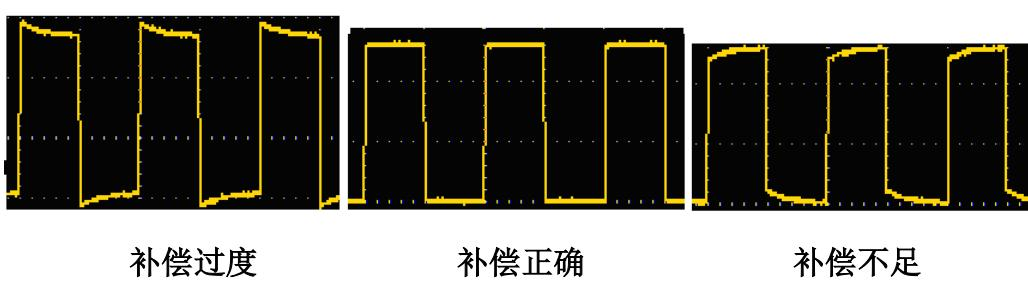
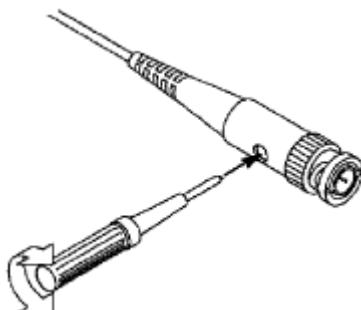

图 4-2：探头补偿显示波形
图 4-3：探头调整
- 2、 检查所显示的波形，调节探头，直到补偿正确。见图 4-2，图 4-3。